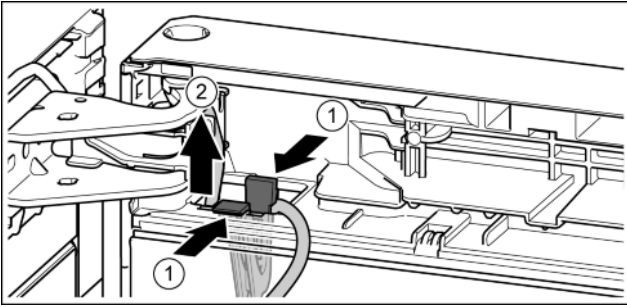

Fig. 19
- ▶ Притисніть накладку. *Fig. 19 (1)*
- ▶ Витягніть тримач кабелю із зафіксованим в ньому кабелем. *Fig. 19 (2)*